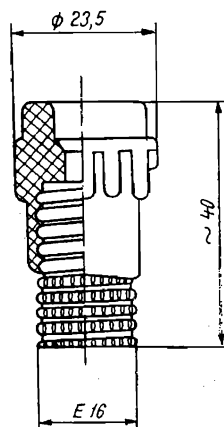
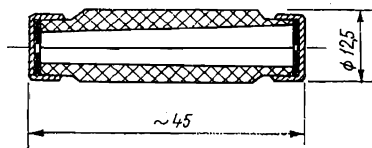

Fig. 5.10. Capac pentru socluri de siguranță mignon cod 2130.
Fig. 5.11. Patron fuzibil pentru socluri de siguranță mignon cod 2182
*Siguranță mignon.* Se utilizează pentru protecția circuitelor cu curenți de scurtcircuit de valoare mică. Se compune din soclu (fig. 5.8 și 5.9), capac (fig. 5.10) și patron (fig. 5.11 și 5.12) (nu are piesă de contact). Locul se execută în două variante cu capac de protecție (tip LF) și fără capac de protecție (tip LFi). Caracteristicile tehnice nominale ale celor trei elemente componente sînt date în tabelul 5.7.